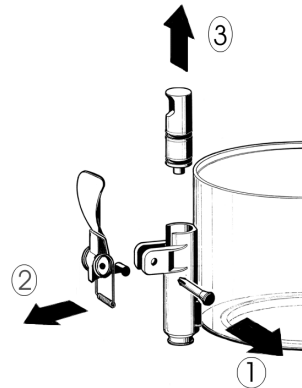

figura 1
- 3 Desmontar el grifo siguiendo la secuencia indicada (véase figura 1).
- 3** Volver a montar el grifo en el contenedor siguiendo el orden inverso de las operaciones de desmontaje (véase Figura 1).